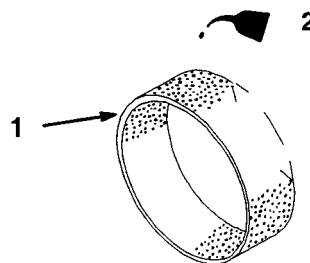

Figure 18
- C. Verser 30 à 60 ml d'huile sur l'élément (Fig. 18). Presser l'élément pour bien répartir l'huile.
5. Introduire la jauge d'huile dans le tube de remplissage sans la visser (Fig. 18). Sortir la jauge et examiner l'extrémité. Si le niveau est bas, verser doucement suffisamment d'huile dans le tube de remplissage pour atteindre la marque FULL (PLEIN).